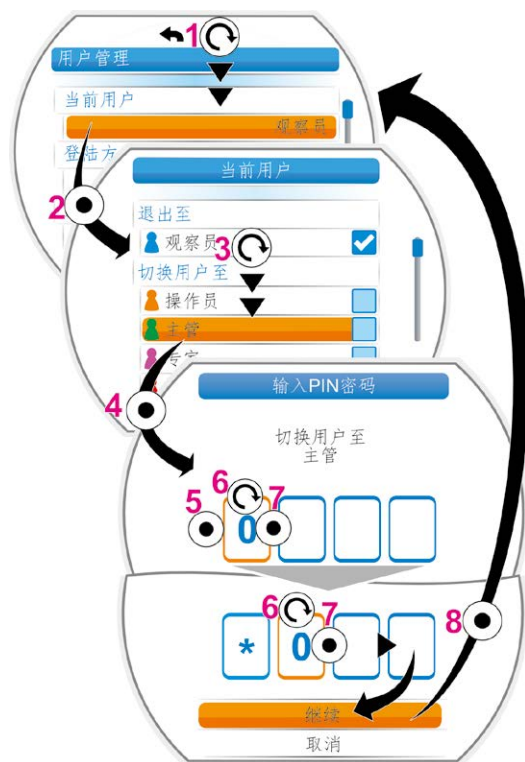

图2：通过PIN密码登陆
2. 将橙色光标移至“当前用户”下面的用户级别上（如图2中1所示）。